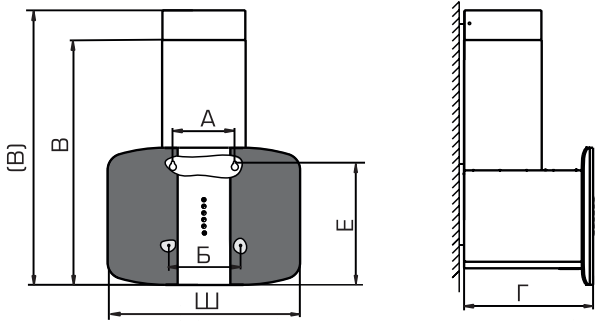

рис. 2
- 6.1. Крепление вытяжного зонта (рис. 2):